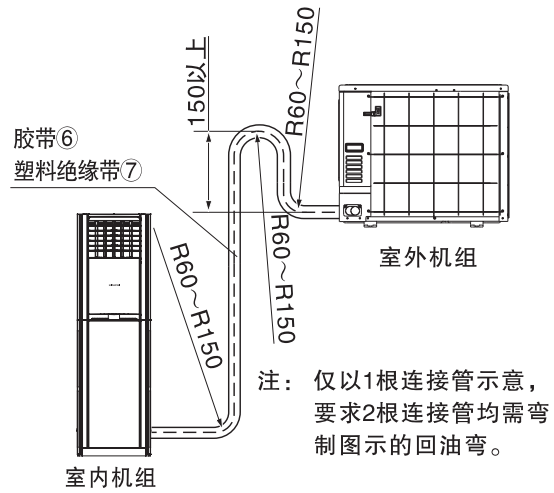

图8
(3) 室内、外机高度差必须小于5米。
(4) 当室外机比室内机高时, 必须将铜管弯制“回油弯”如图8。